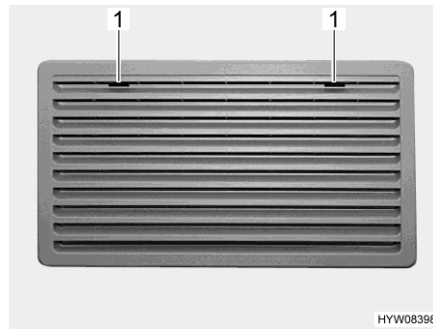
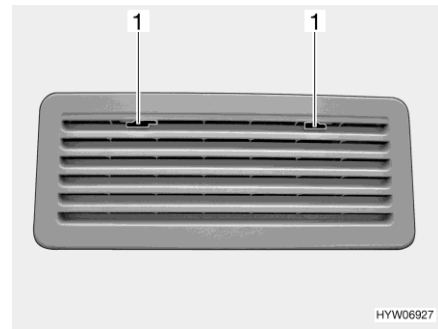

Fig. 263 Rejilla de ventilación del frigorífico (Thetford grande)
Fig. 264 Rejilla de ventilación del frigorífico (Thetford pequeño)
- Deslizar el bloqueo (Fig. 263,1 ò Fig. 264,1) hacia el centro.